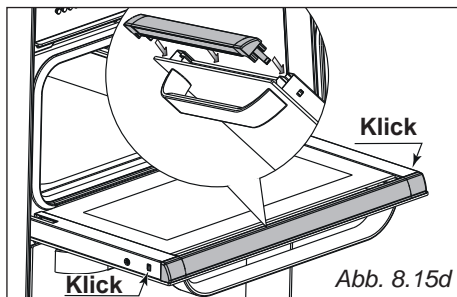

Abb. 8.15d
- Schieben Sie das Glassegment vorsichtig zurück. Sie sollten in der Lage sein, die Laschen auf beiden Seiten klicken zu hören, wenn sie sich in das Glassegment klemmen (Abb. 8.15d).